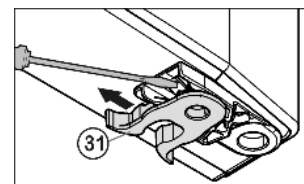

Fig. 8
- ▶ Permuter la pince élastique Fig. 8 (31) : appuyer sur l'ergot puis retirer la pince élastique.